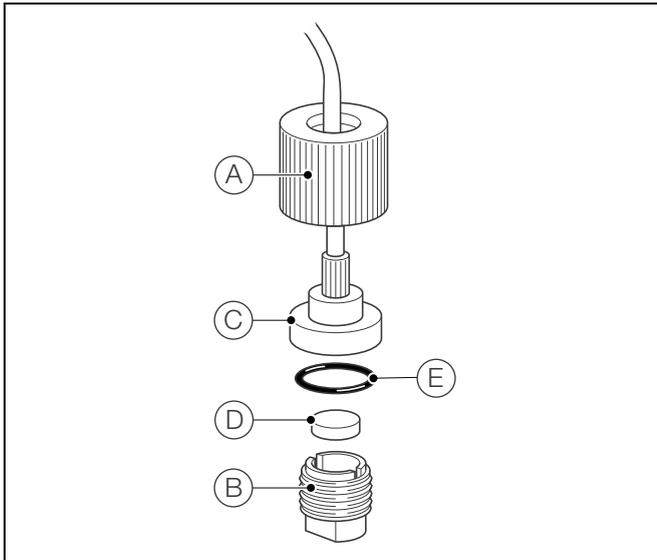

Abb. 8.2 Probenfilteraustausch
3. Erläuterungen zu Abb. 8.2:
- a. Entfernen Sie die Kappe (A) von der Filterhalterung (B).